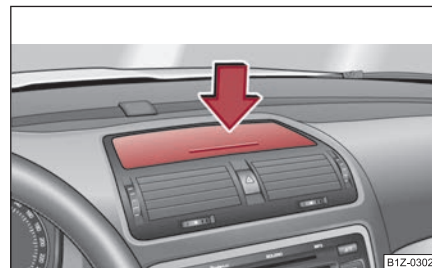

Fig. 119 Cuadro de interruptores: Portaobjetos
- Presionar el centro del compartimento guardaobjetos ⇒ fig. 119, la tapa se abrirá.